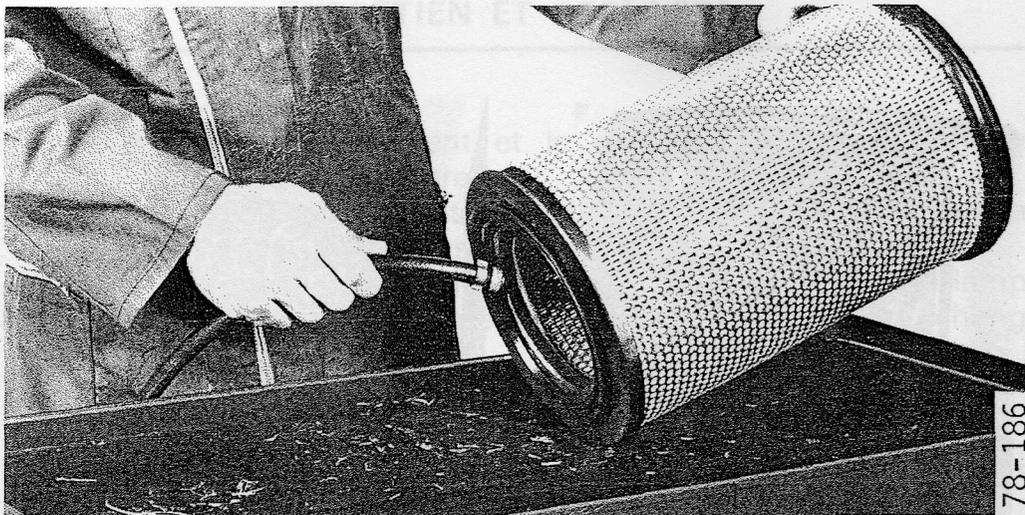

Fig. 57
- **Élément sec** - Souffler l'élément à l'air comprimé par l'intérieur à une pression modérée et en maintenant la buse à une distance suffisante de l'élément (Fig. 57).